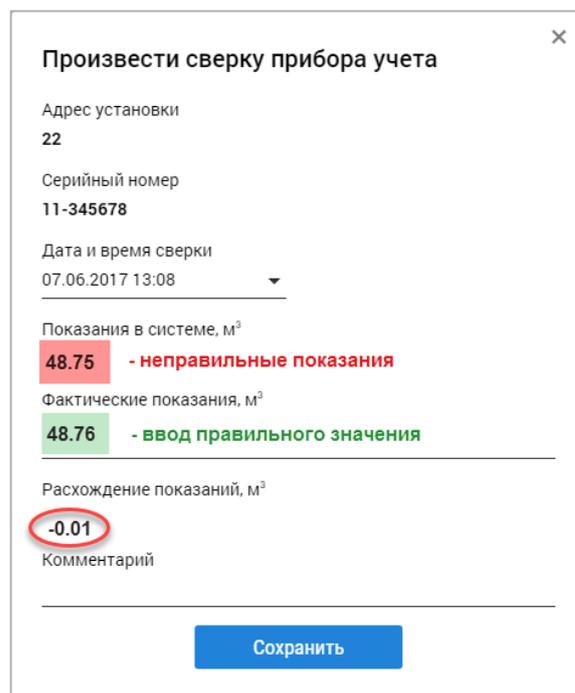

Рис. 17. Сверка показаний.
5. Сравните фактические показания счётчика на момент нажатия с показаниями, сформированными системой. Если значения не совпадают, введите правильное значение в строке **Фактические показания, м³**. В строке **Расхождение показаний, м³** появится вычисленная погрешность измерения (Рис. 17).